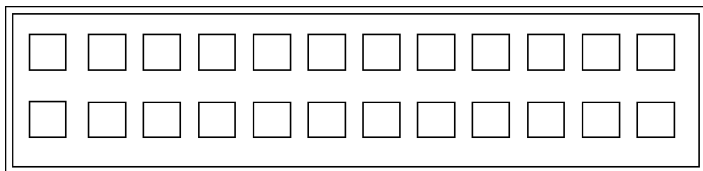

图 15-116 阵列矩形
(2) 单击“默认”选项卡“修改”面板中的“矩形阵列”按钮，选择阵列对象为小矩形，设置阵列行数为 2，列数为 12，行间距为 -19，列间距为 23.5，阵列结果如图 15-116 所示。